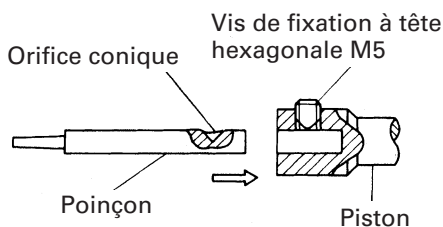

Fig. 9
- (c) Insérer la nouvelle perforatrice tout en alignant le trou conique de la perforatrice et la direction de la vis de fixation à tête hexagonale M5. Serrer ensuite fermement la vis de fixation à tête hexagonale (voir Fig. 9).
(2) Remplacement du moule